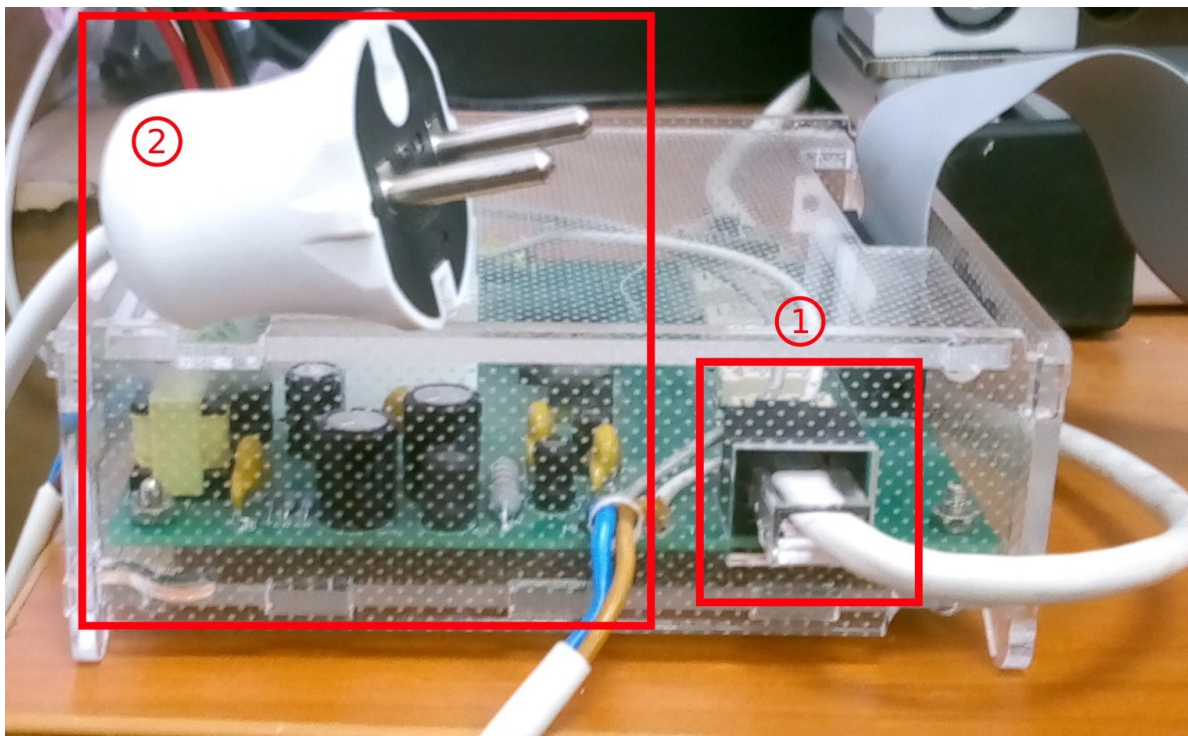

Рисунок 1
- ✓ разъем подключения к рабочему месту АРМ (**Рисунок 1** — метка 1)
- ✓ разъем кабеля питания стенда: подключается к сети 220 В (**Рисунок 1** — метка 2)